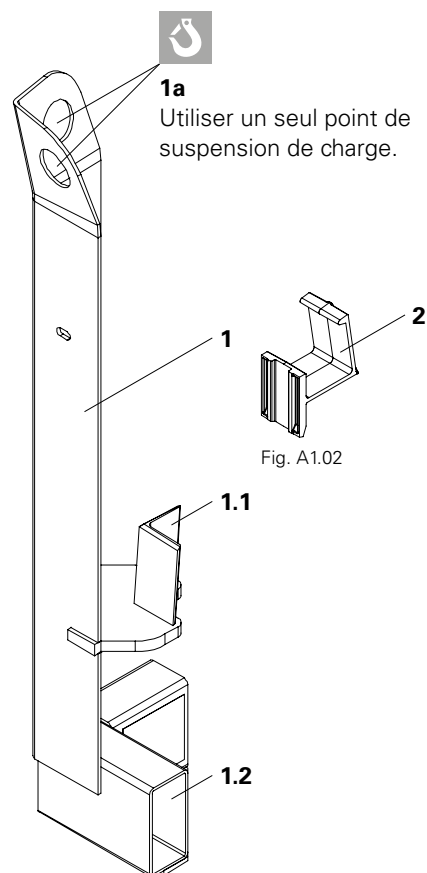

Fig. A1.01
1. Accrocher le crochet (11.a) au point de suspension de charge (1a) de l'ensemble de stockage – 4x. (Fig. A1.01 + A1.04)